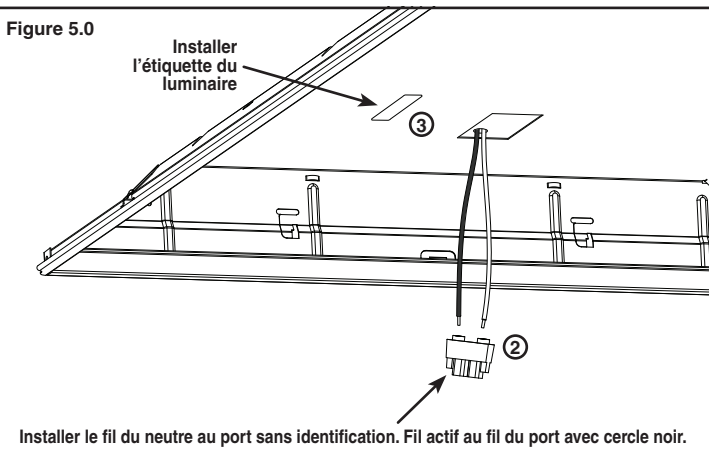

Figure 5.1
6. En utilisant la vis auto-foreuse no 8-18 (fournie) fixer le fil de terre vert au luminaire (**figure 5.1**).